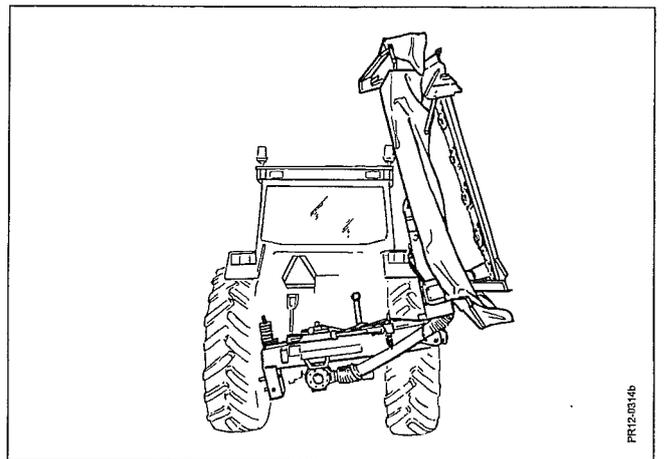

Fig. 3-4
- Fig. 3-4 1) Zu der Seite – senkrecht